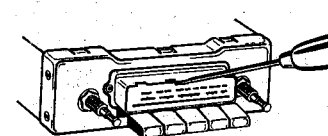

Fig. 47
3. Skala herausnehmen, Fig. 47.
3. Remove dial, Fig. 47.